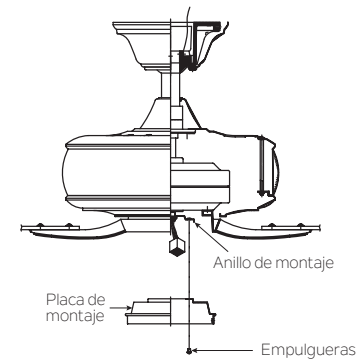

Fig. 15
**Paso 1.** Afloje los dos tornillos en el anillo de montaje unido al eje del motor y “retire” y guarde el tercer tornillo. (Fig. 15)
**Paso 2.** Coloque los orificios de la llave en la placa de montaje sobre los 2 tornillos previamente aflojados del anillo de montaje, gire la placa de montaje hasta que encaje en la sección estrecha de los orificios de la llave. Asegure apretando los 2 tornillos previamente aflojados y el que se retiró anteriormente. (Fig. 15)